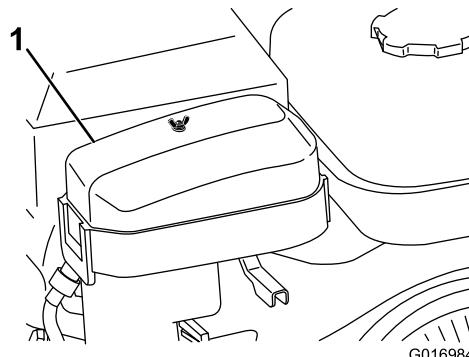

Рисунок 31
- Снимите барашковую гайку, которая крепит крышку воздухоочистителя, и снимите крышку (Рисунок 31).